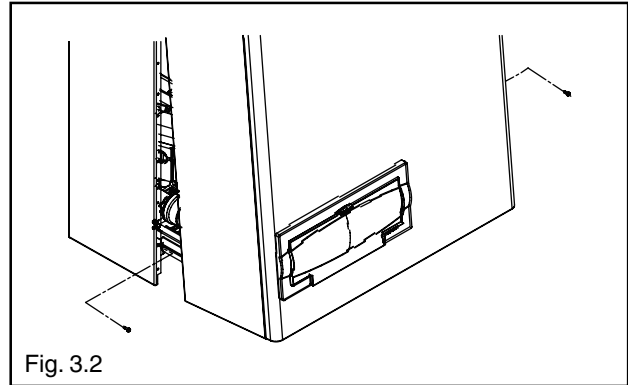

Fig. 3.2
- svitare le due viti di fissaggio del mantello (fig. 3.2)